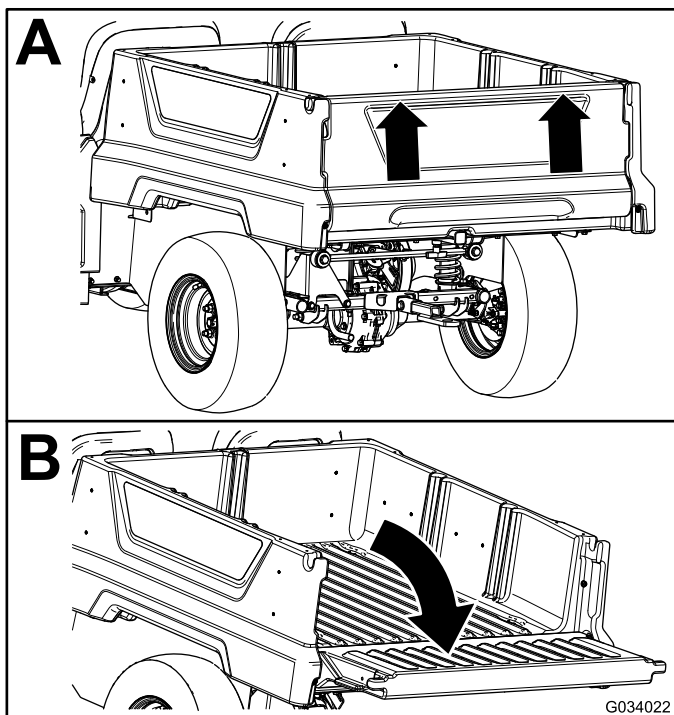

Bild 13
2. Heben Sie die Heckklappe mit beiden Händen an der Leiste oben an der Heckklappe an (Bild 13).
3. Senken Sie die Heckklappe ab, bis sie bündig mit dem Boden der Ladepritsche ist (Bild 13).